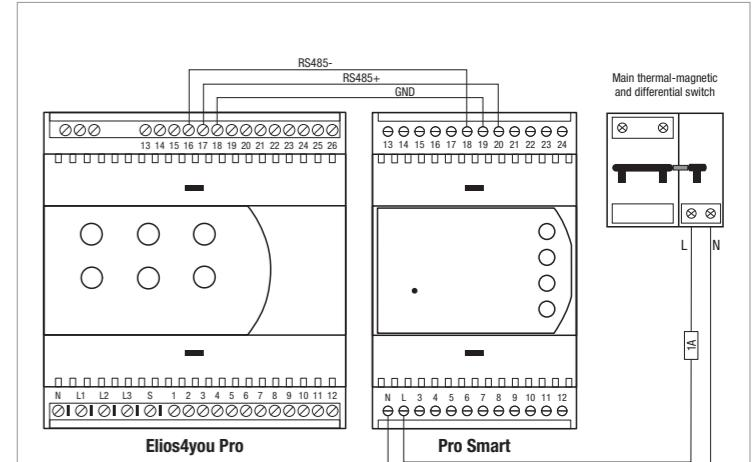

Fig. 2
- 3) Effettuare i collegamenti elettrici come indicato nello schema di installazione (fig. 2).
- 3) Make the electrical connections as indicated in the installation diagram (fig. 2).
- 3) Effectuez les branchements électriques comme indiqué dans le schéma d'installation (fig. 2).